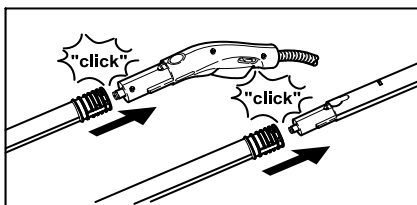

Figure 4
- Si nécessaire, utiliser les tubes de rallonge (D1). Pour ce faire, monter un tube de rallonge (ou les deux) sur le pistolet à vapeur (C1). Placer l'accessoire requis (E1, F1) sur l'extrémité libre du tube de rallonge (voir Figure 4).